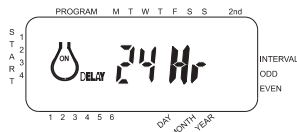

Ilustración 14: Pantalla que muestra la demora de lluvia
- To cancel the rain delay mode, press clear [See Figure 14].
- Para cancelar el modo de demora de lluvia, oprima BORRAR [Vea la ilustración 14].